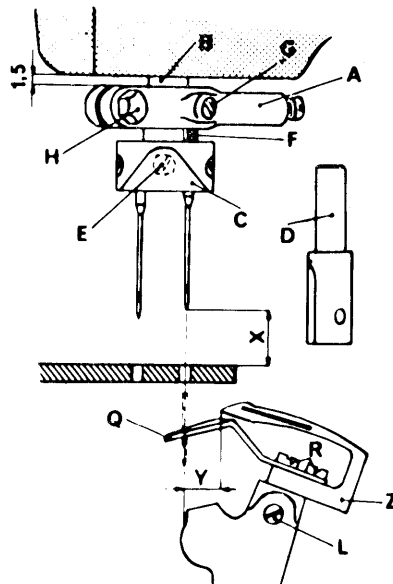
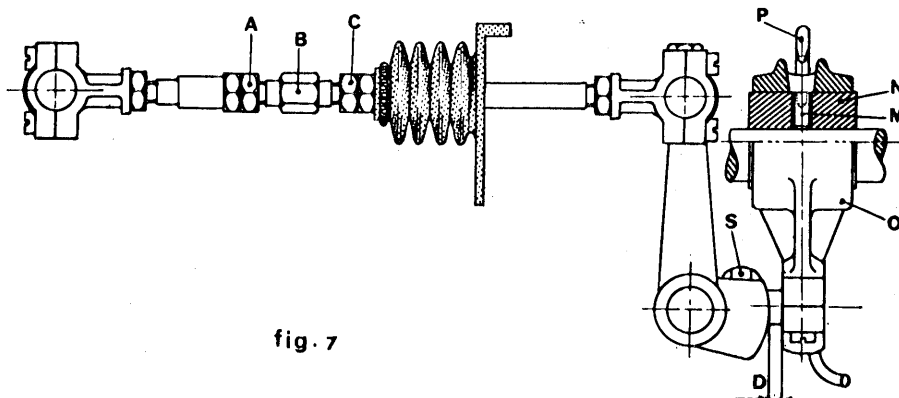

fig. 3
fig. 7
- S. 1651.00 per esecuzione quote come da fig. 3
- S. 1652.00 per esecuzione quote come da fig. 7
3. Posizionamento dell'ago. (fig. 3)
- Inserire fino in fondo il crochet Z nell'apposita sede e bloccarlo sul piano del gambo con la vite L (fig. 3);
- Eseguire la misura D col calibro S 01652.00 per biella comando crochet (fig. 7) agendo sul dado S.
- Ricercare la misura Y (tabella fas.) dalla punta del crochet all'ago di destra (fig. 3)
- Allentare i controdadi A e C (fig. 7) e ruotare il perno B in un senso o nell'altro fino ad ottenere la misura Y (fig. 3) (calibro S. 1651.00)
- Bloccare leggermente i due controdadi A e C. (fig. 7)
- Se la corsa del crochet e' ritardata o anticipata, bisogna allentare i due grani interni M dell'eccentrico N della biella O (fig. 7) e, tenendo fermo l'eccentrico M, ruotare il volantino della macchina in modo da ottenere la condizione voluta
Nota: Se questa condizione non si verificasse, si deve allungare o accorciare la corsa del crochet agendo sulla vite S (fig. 7) variando cosi' la quota D. In questo caso si devono poi rivedere tutte le condizioni di fasatura eccetto quelle descritte nel primo capoverso.
- Bloccare i controdadi A e C (fig. 7).
Nota: Quando si sposta la biella per eseguire la misura D (fig. 7), tenere presente che l'eccentrico N sia sempre centrato rispetto alla testa di biella O. In caso di eccessivi spostamenti, modificare la posizione del tubetto di lubrificazione P spostandolo adeguatamente in modo che la mezzeria coincida con il centro del foro esistente sulla testa di biella O.
5. Montaggio spingi ago su crochet inferiore (fig. 3)